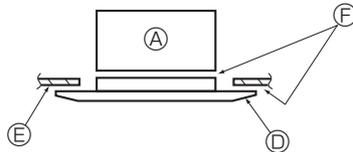

Fig. 6-8
- * Sicherstellen, dass sich zwischen der Hauptgerät und dem Gitter oder dem Gitter und der Decke keine Lücken befinden. (Fig. 6-8)